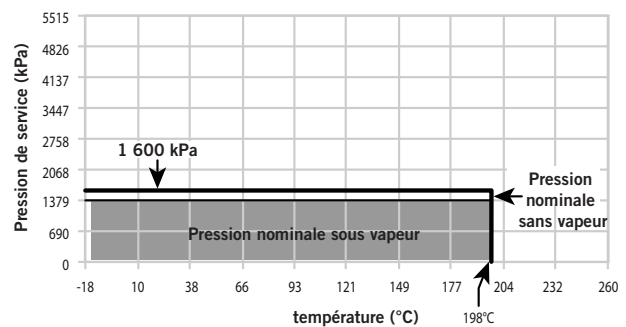

Figure 2 : Tuyaux d'acier ordinaire de catégories
- Pour les applications autres que la vapeur utilisant des tuyaux d'acier ordinaire selon EN 10216-1 P235TR1, les accouplements type 870 sont adéquats pour les pressions de service allant du vide complet (29.9 po Hg/ 760 mm Hg) jusqu'à 232 psi/1 600 kPa selon la température maximale du système. Pour une pression ou température nominale particulière, veuillez vous référer à la Figure 2.